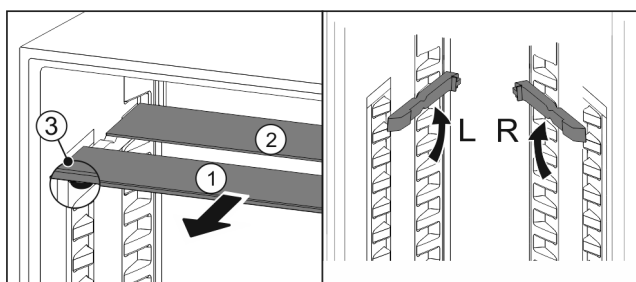

Fig. 45
- ▶ Skleněné desky jednotlivě vytáhněte dopředu Fig. 45 (1).
- ▷ Skleněná deska Fig. 45 (1) s ozdobnou lištou leží vpředu.
- ▷ Záračky Fig. 45 (3) směřují dolů.